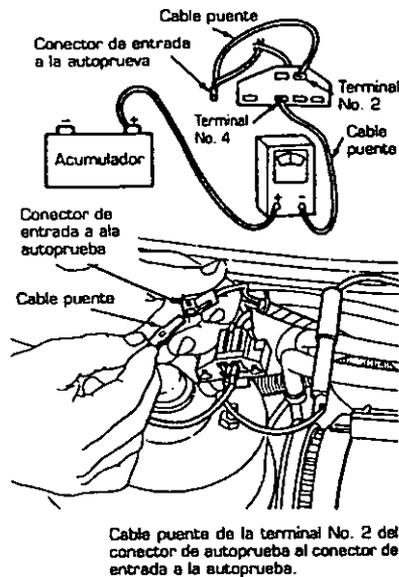

FIG. 10.10
3.- Para hacer la conexión final, inserte un extremo del segundo cable puente a la terminal No. 2 del conector de autopruueba (fig. 10.10). Conecte el otro extremo al conector de entrada a la autopruueba.